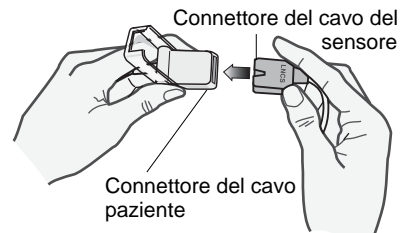

Figura 5
4. Sollevare il coperchio protettivo di plastica trasparente dall'estremità femmina a del cavo paziente, quindi inserire completamente il connettore maschio a del cavo del sensore nel connettore del cavo paziente (vedere la Figura 5).
6. Sollevare il coperchio protettivo di plastica trasparente dall'estremità femmina del cavo paziente, quindi inserire completamente il connettore maschio a del cavo del sensore nel connettore del cavo paziente (vedere la Figura 5).